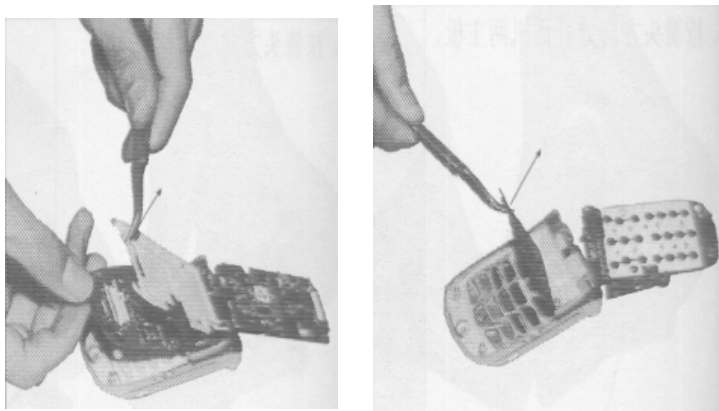

图 3-5-36 取出三星 SGH800 的隔离板和按键
- (5) 按箭头方向分开话机两主板。
- (6) 用镊子取出两主板之间的隔离板，如图 3-5-36 所示。